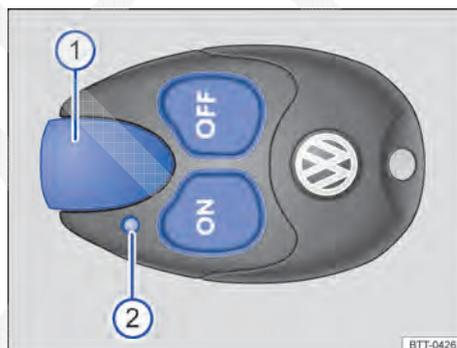

Fig. 186 Aquecimento estacionário: controle remoto. ▶
- **Ligar:** pressionar o botão **ON** → Fig. 186 ou . Se a luz de controle ficar acesa por aproximadamente 2 segundos na cor verde, o aquecimento estacionário estará ligado.
A luz de controle → Fig. 186 ⌚ fornece diferentes informações ao usuário, após pressionar o botão.
Um alcance ideal é obtido ao manter o controle remoto com a antena → Fig. 186 ⌚ verticalmente para cima. Não cobrir a antena.